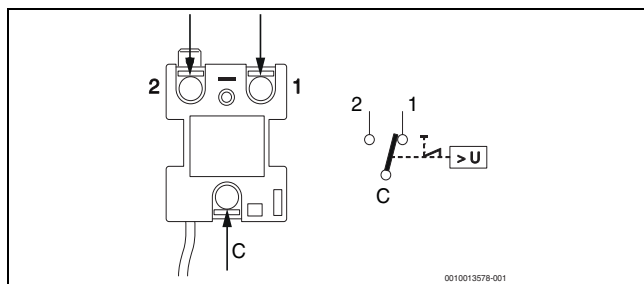

Fig. 27 Tilkobling av sikkerhetstemperaturbegrenseren
- ▶ Koble om trådene til termostaten på den nye termostaten (→ fig. 27)